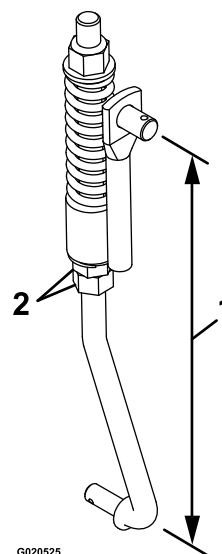

Figura 58
8. Regolate la lunghezza del collegamento con i 2 dadi in basso sul gruppo molla verticale (Figura 58).